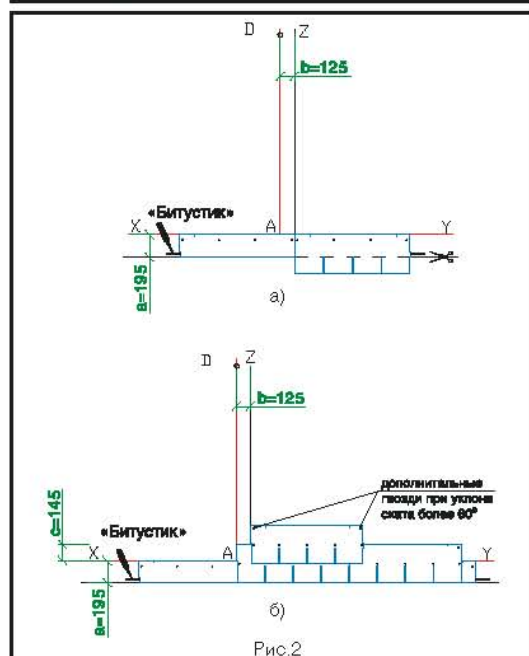

Рис.2
## Укладка материала (рис. 2)
- Начальный ряд формируется из листов черепицы КЛАССИК, обрезанных по линии, образованной конечными точками вырезов. Полученные таким образом полосы шириной 19,5 см укладываются по линии карниза в обе стороны от линии Z (рис. 2а) и фиксируются по нижнему краю битумной мастикой «Битустик», а по верхней кромке 4 гвоздями (ось гвоздей на 5 см ниже верхнего края полосы);
- далее первый ряд черепицы укладывается от линии AD (рис. 2б);
- второй ряд укладывается от линии Z (со смещением 12,5 см от AD) (рис. 2б);
Каждый лист гибкой черепицы КЛАССИК крепится 5 гвоздями (ось гвоздей на линии битумных клеевых полос) таким образом, чтобы гвоздь прошивал и верхний край нижележащего листа черепицы (рис. 2б).